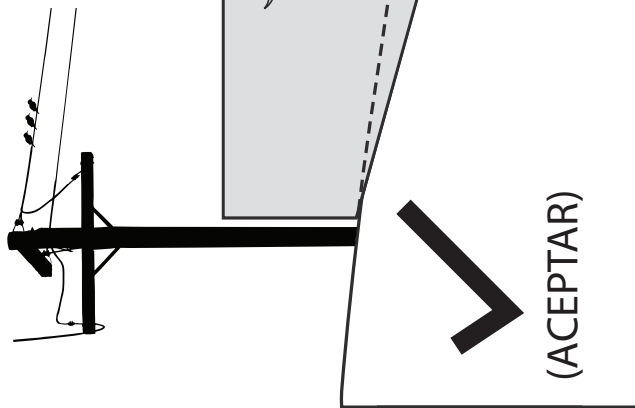
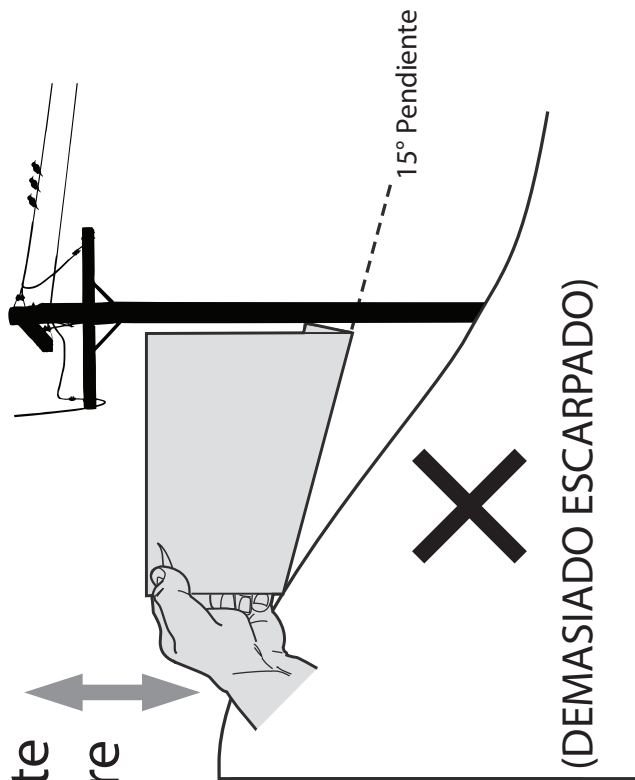

Figura 1
Figura 2
3. Alinee cada lado del medidor de pendiente con el objeto vertical (consultar Figura 1 y Figura 2).
4. Ajuste el medidor de pendientes arriba o hacia abajo hasta que toque la esquina izquierda de la pendiente (consultar Figura 1 y Figura 2).
5. Si hay un espacio por debajo del medidor de pendientes, la pendiente es demasiado inclinada para una operación segura (consultar Figura 2).